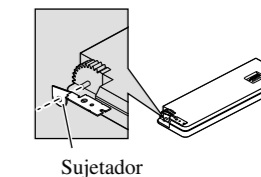

Fig. 10
**1. Coloque los sujetadores en ambos lados del panel delantero. (Fig. 10)**